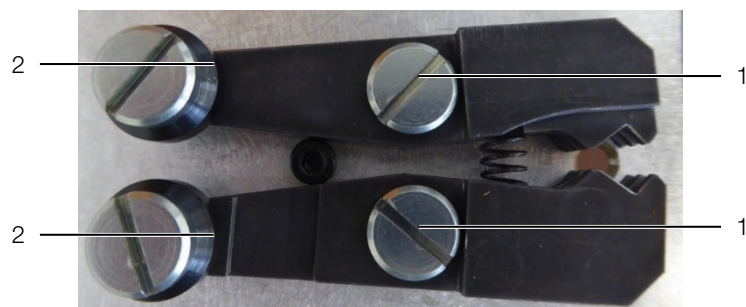

Fig. 17 : pince de maintien du câble
- Huiler la pince de maintien du câble aux pivots (fig. 17, pos. 1) et aux surfaces d'appui (fig. 17, pos. 2) des roulettes.